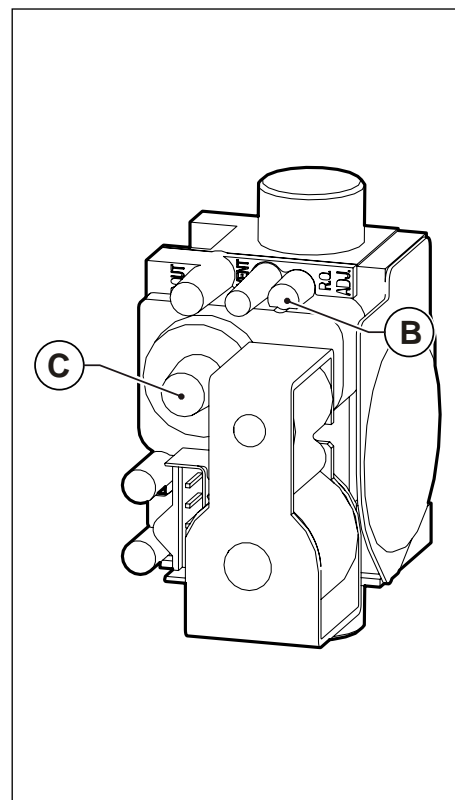

Fig. 45 Reglare valoare dioxid de carbon
- Reglați valoarea dioxidului de carbon (CO₂) din gazele arse, rotind regulatorul de raport **B** (vezi Fig. 45 Reglare valoare dioxid de carbon) și asigurați-vă că reintră în limitele din Tab. 24 Valori ale CO₂ în gazele arse. Lăsați centrala în modul curățare și treceți la pasul următor de reglare la puterea minimă.
- Reglați valoarea dioxidului de carbon (CO₂) din gazele arse, rotind regulatorul **C** (vezi Fig. 45 Reglare valoare dioxid de carbon) și asigurați-vă că reintră în limitele din Tab. 24 Valori ale CO₂ în gazele arse.